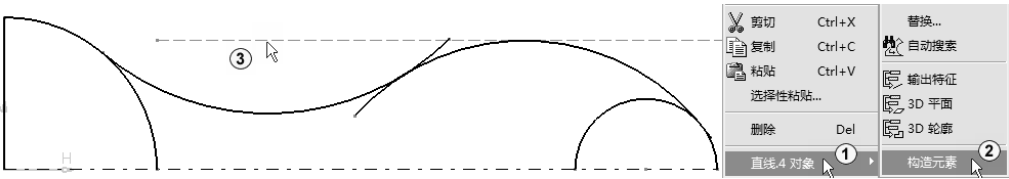

图 2-45 构造元素
对象” → “构造元素”命令，将其转换为虚线，如图 2-45 中①~③所示。
1. 绘制如图 2-49 中①所示的图形, 并进行添加几何关系的练习, 结果如图 2-45 中②所示。